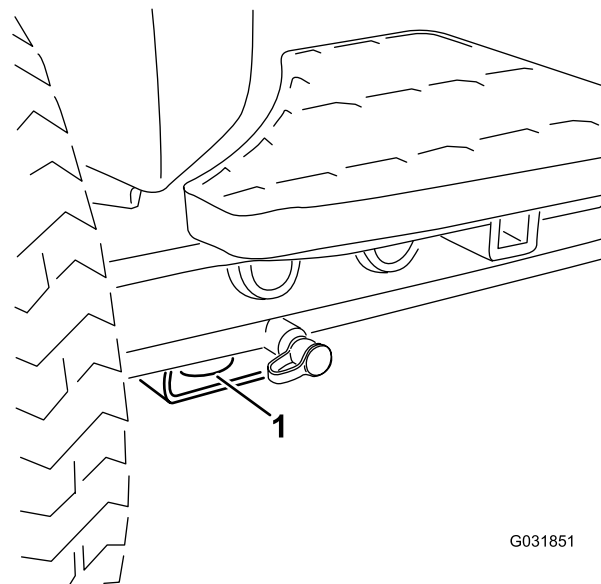

Figura 41
- Delantero – el orificio del bloque rectangular, debajo del tubo del eje, al interior de cada rueda delantera (Figura 41)